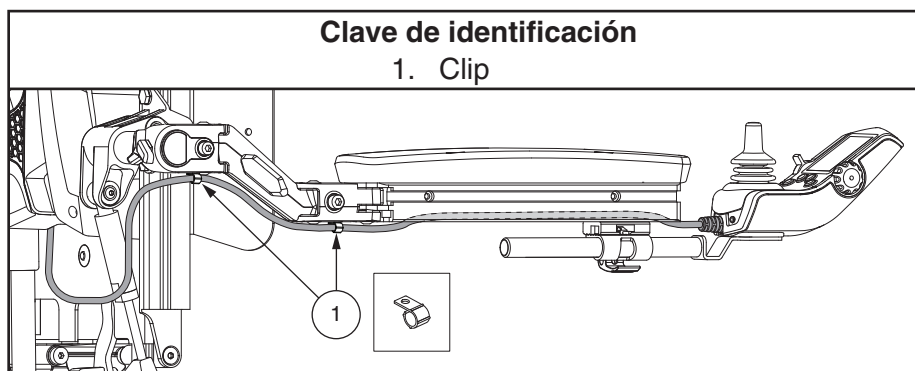

Figura 21. Disposición del cable
6. Lleve el cable del mando hacia la parte posterior de la base eléctrica y sujételo con clips. **Ver figura 21.**